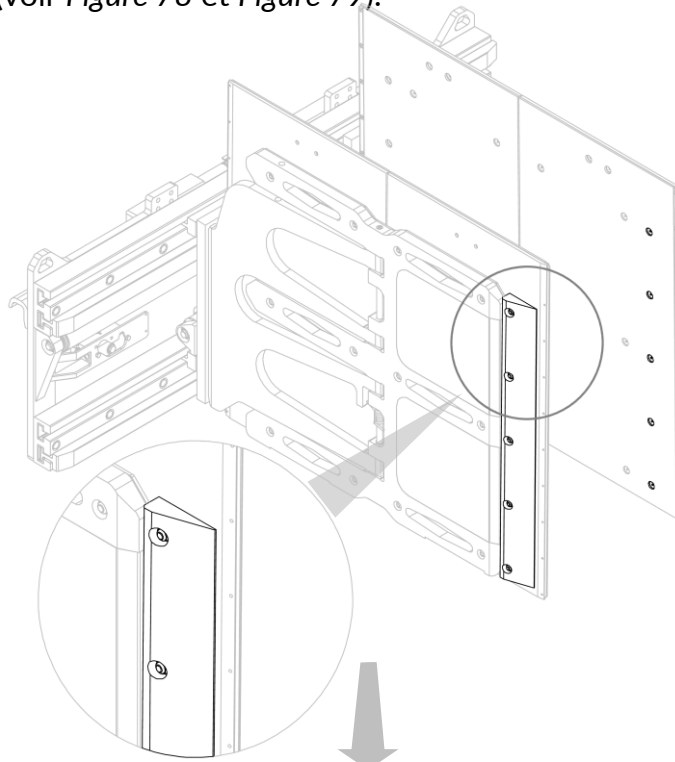
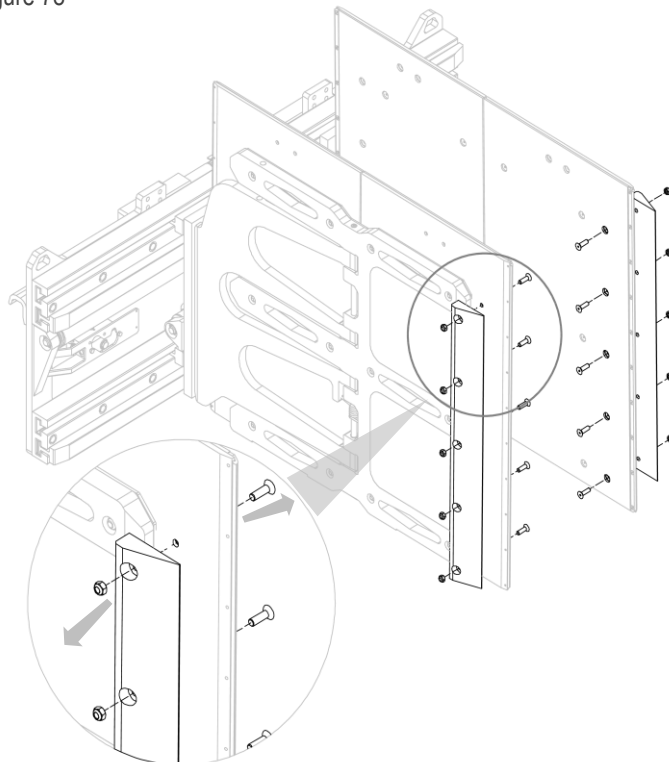

Figure 78
Figure 79
2. Retirer les embouts de protection en Ertalon après avoir retiré les écrous et les vis correspondants (voir *Figure 78* et *Figure 79*).